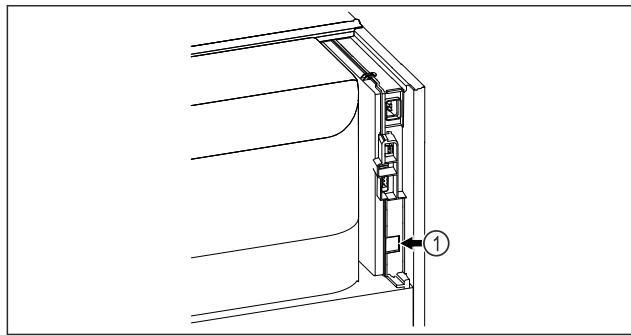

Fig. 96
- SmartModule Fig. 96 (1) ist eingesetzt.